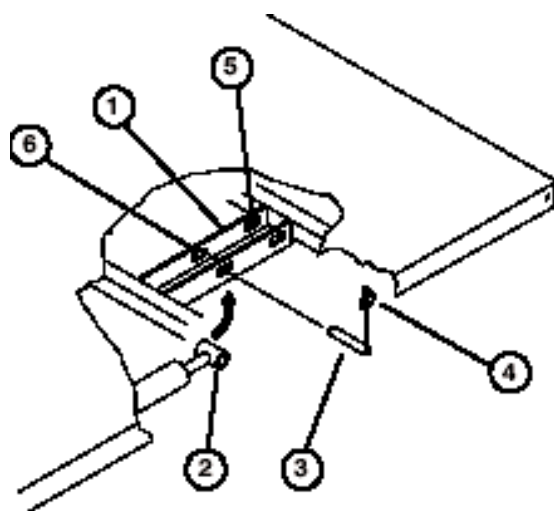

Figure 9
2. Retirez les goupilles d'arrêt situées aux extrémités externes des axes de chape des tiges de cylindre (fig. 9).